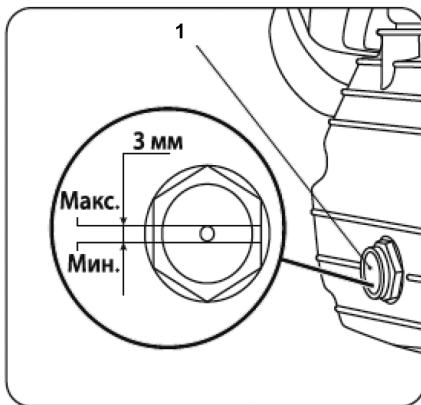

Рис. 4
5. Компрессор поставляется заправленный компрессорным маслом. Проверьте уровень масла в картере, при необходимости долейте масло в картер. Снимите с маслоналивного отверстия пробку 5 (рис. 1) и залейте масло до максимального уровня (до красной отметки) в смотровом окне 1 (рис. 4).